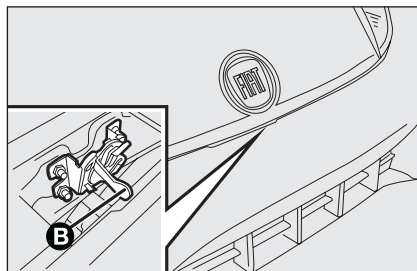

fig. 86
- ☐ intervenga en la palanca **B-fig. 86** y levante el capó;